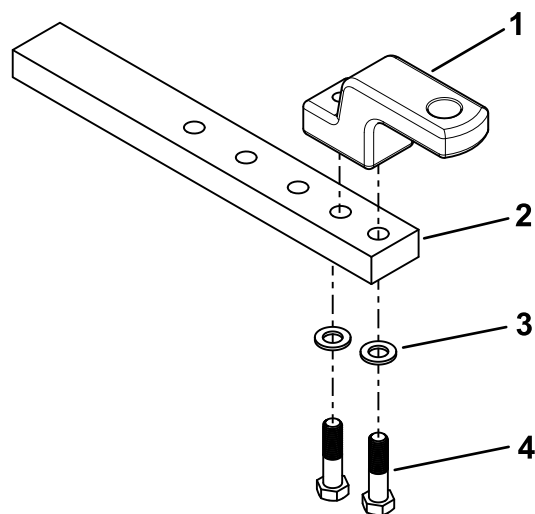

図 5
- M18 ねじ 2 本とワッシャ 2 枚でハンマーストラップを牽引バーに取り付ける 図 5。